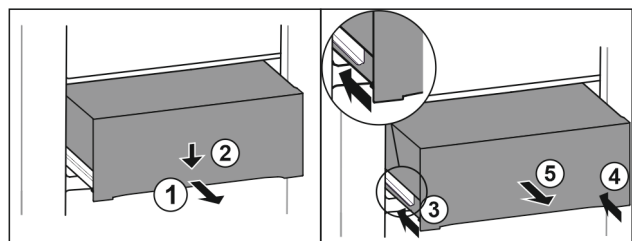

Fig. 95
- Lade er half uittrekken. Fig. 95 (1)
- Schuiflade aan de voorzijde omlaag drukken. Fig. 95 (2)
- Linker rail ca. 2 cm inschuiven. Fig. 95 (3)
- Rechter rail ca. 2 cm inschuiven. Fig. 95 (4)
- Lade naar voren toe verwijderen. Fig. 95 (5)